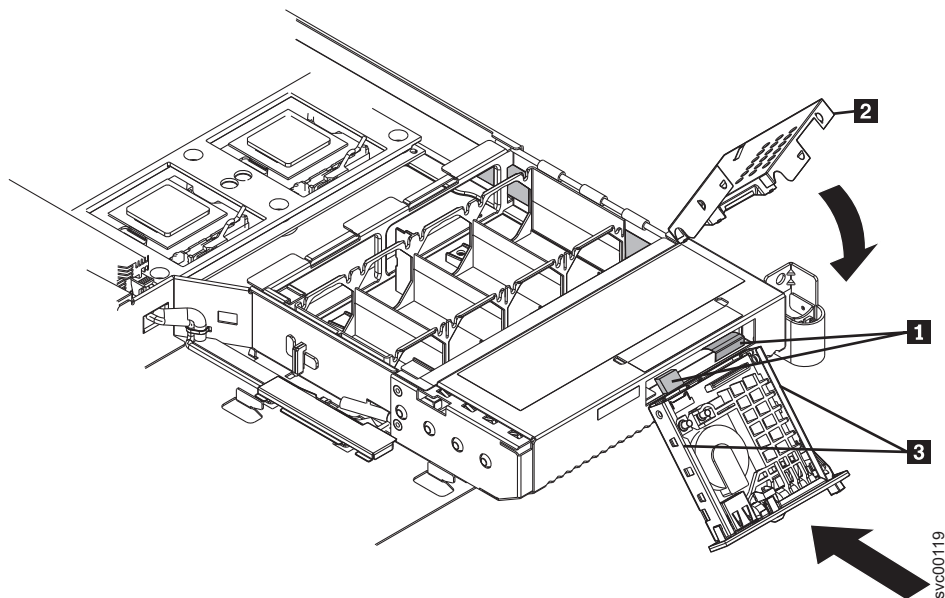

図 231. オペレーター情報パネルの交換
1. アセンブリーの後部 **1** に 2 本のケーブルを接続します。263 ページの図 231 を参照してください。